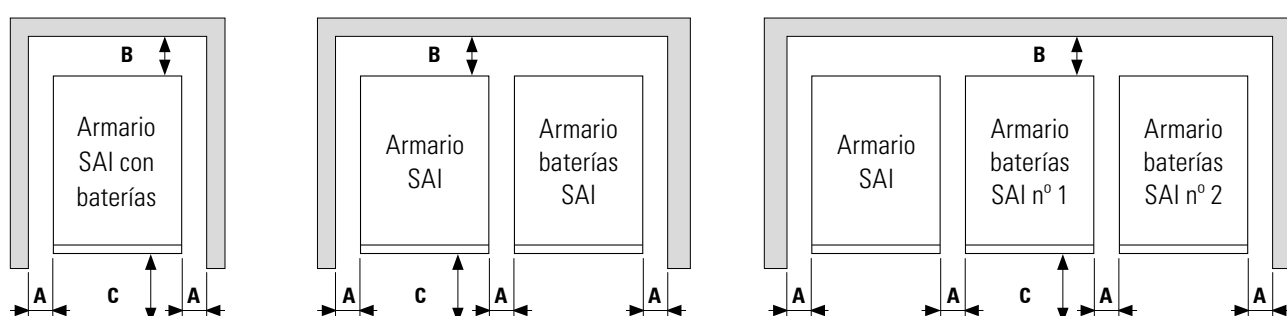

Fig. 36. Cotas mínimas periféricas para la ventilación del SAI.
- En la Fig. 36 se muestran, a modo de ejemplo, configuraciones compuestas por un único armario SAI: SAI con las baterías en su interior, SAI con un armario de baterías externas, y SAI con autonomía extendida con dos armarios de baterías externos.